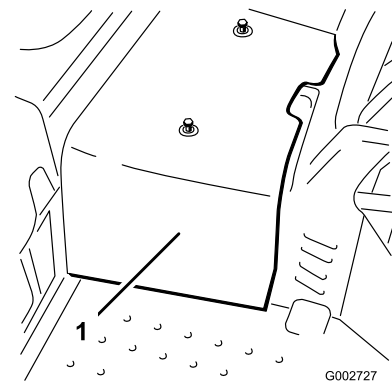

図 47
2. センターシュラウドを機体に止め付けているねじ2本を外してシュラウドを機体から取り外す 図 47。